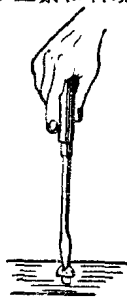

图1-7 起子的运用
4. 使用时，以右手握持起子，手心抵住柄端，使起子口与螺钉槽口垂直而吻合，如图 1-7 所示。当开始旋松或最后旋紧时，应用力将起子压紧再用手腕按需要扭转。当螺栓、螺钉松动后，即可使手心轻压起子柄，用拇指、中指、食指快速扭转。使用较长的起子时，可用右手压紧和转动手柄，左手握起子柄中间，使它不致滑脱，以保证工